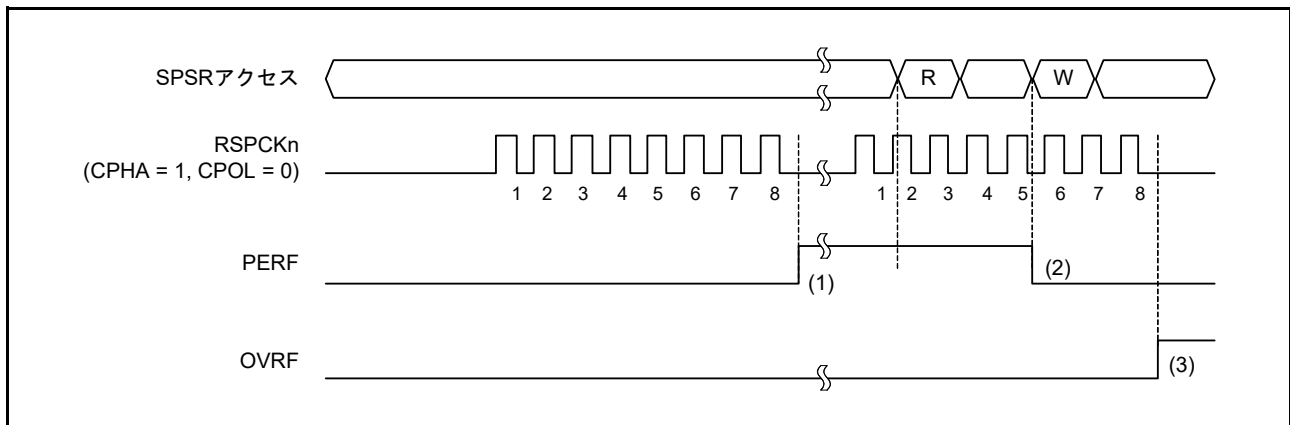

図 31.31 PERF フラグの動作例
図 31.31 に、OVRF フラグと PERF フラグの動作例を示します。図 31.31 に記載した SPSR アクセスでは、W は書き込みサイクル、R は読み出しサイクルを示しています。図 31.31 では、SPCR.TXMD ビットが 0、SPCR2.SPPE ビットが 1 の状態で全二重同期式シリアル通信を行います。SPCMD0.CPHA ビットが 1、SPCMD0.CPOL ビットが 0 の設定で、SPI が 8 ビットのシリアル転送を実行しています。RSPCKn 波形の下に記載した数字は、転送ビット数などの RSPCK サイクル数を示しています。
以下に、図 31.31 の (1) ~ (3) に示したタイミングでのフラグの動作内容を説明します。
- (1) SPI がオーバーランエラーを検出せず、シリアル転送が終了すると、SPI はシフトレジスタのデータを受信バッファにコピーします。このとき、SPI が受信データをチェックし、パリティエラーを検出すると PERF フラグを 1 にします。
- (2) PERF フラグが 1 の状態で SPSR レジスタを読んだ後、PERF フラグに 0 を書くと、PERF フラグは 0 になります。
- (3) SPI がオーバーランエラーを検出し、シリアル転送が終了すると、シフトレジスタのデータを受信バッファにコピーせず、SPI はパリティエラーを検出しません。